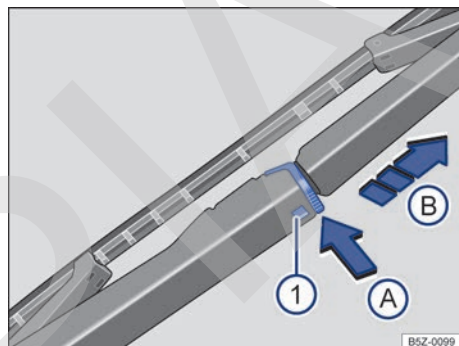

Fig. 138 Cambiar la escobilla del limpiaviento.
- Mantenga pulsada la tecla de desbloqueo ⇒ fig. 138 ①.
- Presionar el bloqueo de la escobilla del limpiapuneta ⇒ fig. 138 en el sentido de la flecha ④.
- Tire de la escobilla del limpiapuneta ⇒ fig. 138 en el sentido de la flecha ⑤.
- Introduzca la nueva escobilla del limpiapuneta **del mismo tamaño y modelo** en el brazo del limpiapuneta en el sentido contrario a la flecha ⇒ fig. 138 ⑥ hasta que encaje.